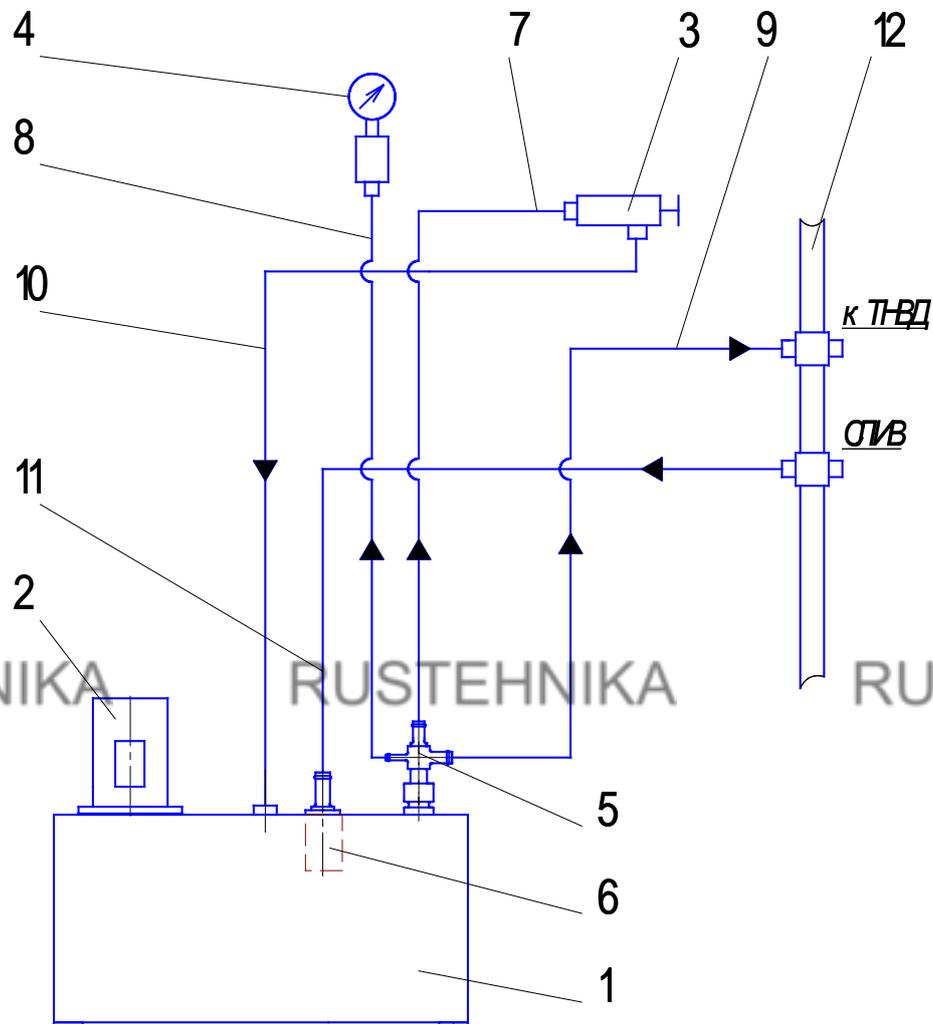

Рис. 2. Схема подачи масла к ТИВД
- гидросистемы (рис. 2), выполненной рукавами маслостойкими для нагнетания масла в ТНВД и слива.